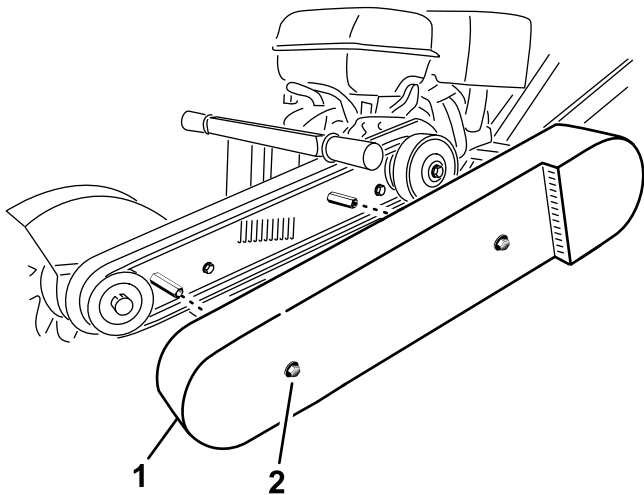

Bild 24
3. Lösen Sie die zwei Schrauben, mit denen die Riemenschutzvorrichtung an der Maschine befestigt ist, bis Sie die Riemenschutzvorrichtung abnehmen können (**Bild 24**).
1. Riemenschutzvorrichtung 2. Schraube und Scheibe (2)
4. Nehmen Sie die Riemenschutzvorrichtung ab (**Bild 24**).
4. Nehmen Sie die Riemenschutzvorrichtung ab (Bild 24).